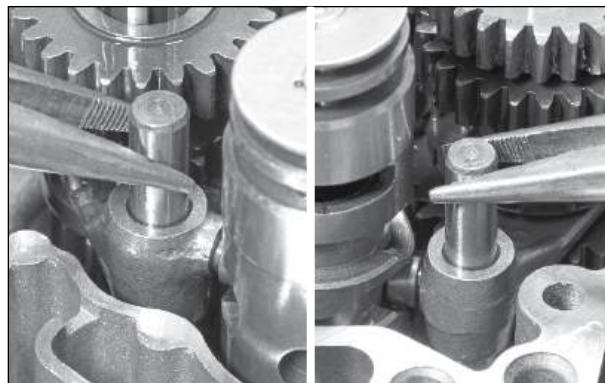

Fig. 3.173
- Instale os eixos dos garfos seletores no conjunto da carcaça do motor do lado esquerdo através dos garfos seletores de marcha. (Fig. 3.173)